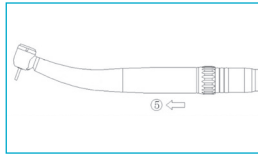

Fig. 6-6
Tenere fermo l'attacco LED ed estrarre il dispositivo medico ruotandolo leggermente (Fig. 6-6⑤).